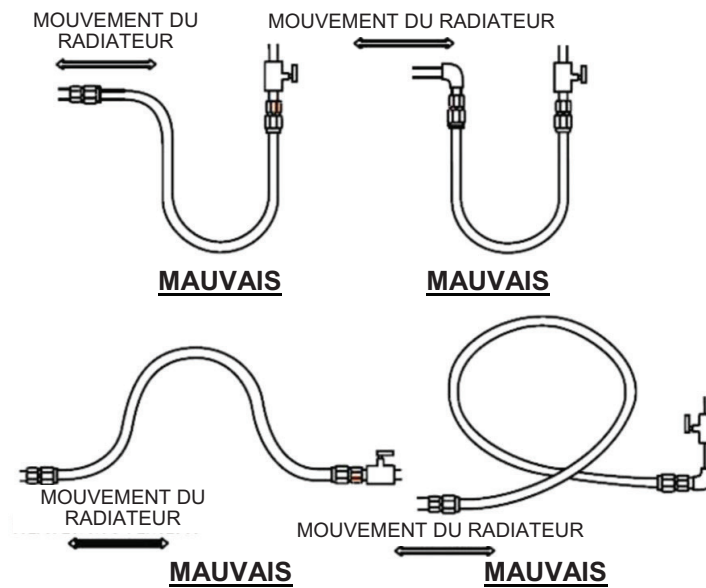

Figure 23. Connexion de gaz flexible
- Il est essentiel de prévoir une certaine flexibilité au niveau de la connexion de gaz finale en utilisant un raccord de gaz flexible approuvé installé dans une configuration en U comme illustré à la Figure 23. Utilisez une longueur de 24 pouces (610 mm) et un diamètre interne minimum de 1/2 pouce pour les appareils de chauffage jusqu'à 150,000 BTUh et une longueur de 36 pouces et un diamètre interne minimum de 3/4 pouce pour les appareils de chauffage supérieurs à 150,000 BTUh. Faites attention de respecter le diamètre de courbure de tuyau 12 pouces (30 cm) et la distance de déplacement de tuyau 3 pouces (7.62 cm) comme illustré à la Figure 23. Au Canada, le *Natural Gas and Propane Installation Code* (CAN/CSA B149.1) exige un raccord de tuyau de type I certifié selon la norme CAN/CGA-8.1 d'une longueur de 36 ± 6 pouces (90 ± 15 cm). Le tuyau de type I est fourni sur place si nécessaire. Aux US, utilisez uniquement un connecteur en acier inoxydable conforme à la *Standard for Connectors for Gas Appliances* (ANSI Z21.24/CSA 6.10).